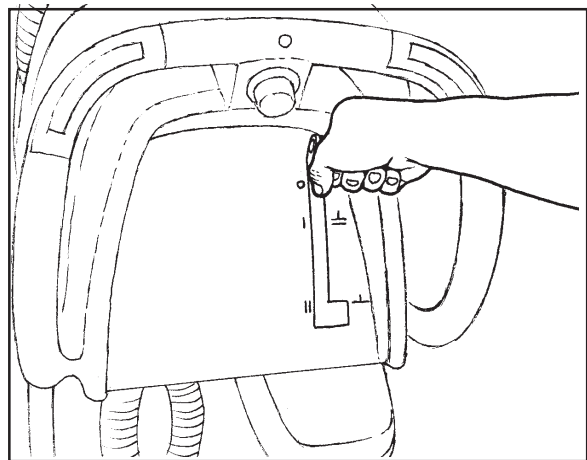

Abb. 26
2. Zum Anheben der Saugleiste, bewegen Sie den Saugleistenhebel nach oben. Siehe Abb.26.